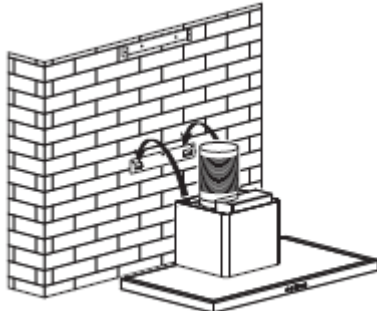

Fig. 5
5. Placez la hotte aspirante sur le crochet. Ajustez ensuite la position et fixez le corps à l'aide des vis de sécurité. Remarque : les deux orifices de sécurité de 6 mm de diamètre sont situés sur le boîtier arrière. Voir Fig. 5 et 6.